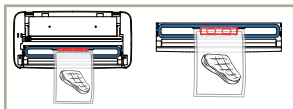

Figura 4
5. Apăsați „Manual Seal” (Sigilare manuală) pentru a confirma începerea sigilării. Figura 4.